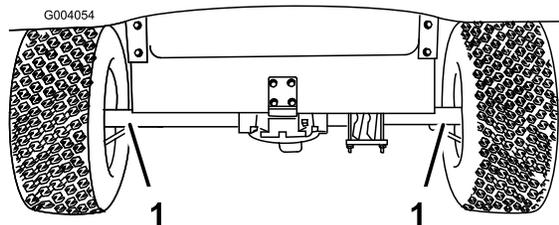
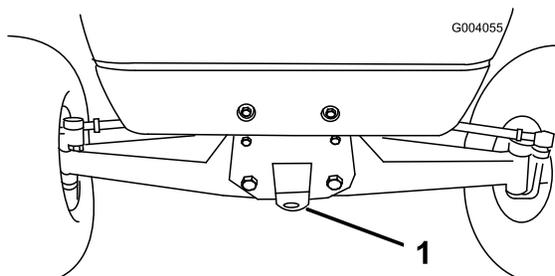

Figura 30
Figura 31
Utilizzate un rimorchio se dovete trasportare il veicolo a distanze considerevoli. Accertatevi che il veicolo sia fissato al rimorchio. Vedere Figura 30 e Figura 31 per conoscere la posizione dei punti di attacco.
1. Fissate una fune di traino al timone sulla parte anteriore del telaio (Figura 31).